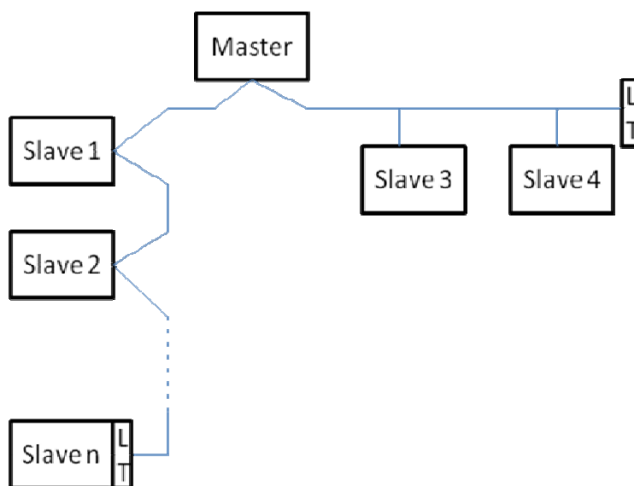

Abbildung 1: Beispiel für ein Modbus-Netzwerk mit Ende
Die Höchstzahl der an ein Netzwerk ohne Repeater angeschlossenen Vorrichtungen beträgt 32. Wie in der Abbildung 1 gezeigt, kann es erforderlich werden, die Leitung am Ende und am Anfang mit Endwiderständen (LT) abzuschließen.